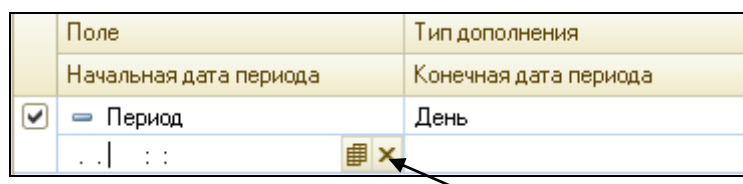

Рисунок 4.31 Управляющие кнопки пустого поля
3. На закладке **Поля группировки** настроить у поля **Период** тип дополнения – **День**. Дважды щелкните по следующему полю (оно является пустым). Справа от поля появляются кнопки (рис. 4.31).